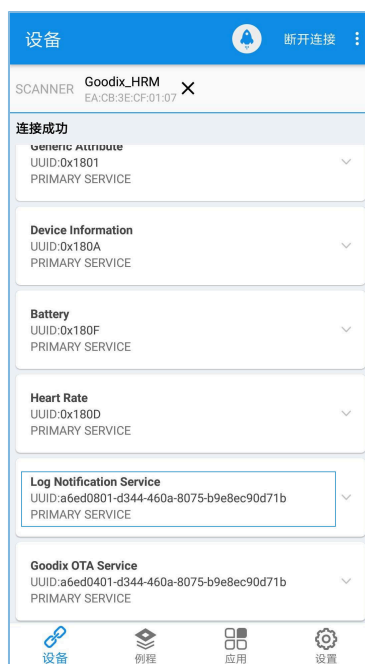

图 3-3 GRToolbox连接开发板后发现LNS服务
1. 在手机端使用GRToolbox连接该开发板之后，可以发现LNS服务“Log Notification Service”，如图3-3所示。